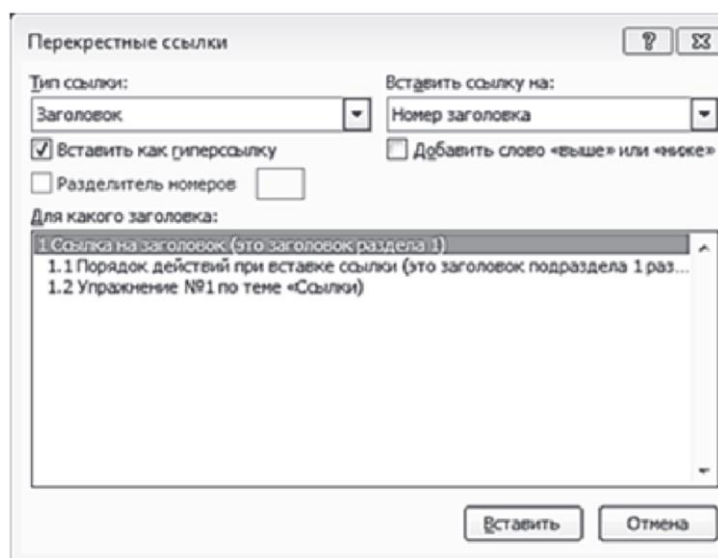

Рисунок 21 – Диалоговое окно вставки перекрёстной ссылки
- б) перейдите на вкладку *Ссылки (группа Названия)* или *Вставка (группа Ссылки)* и нажмите кнопку *Перекрестная ссылка* (рисунок 21);